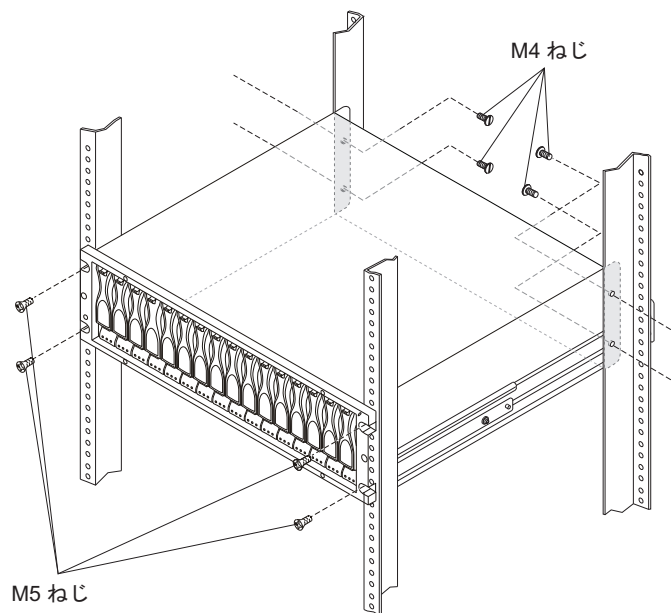

図 19. ラック・キャビネットへの DS3950 の固定
4. ストレージ・サブシステムを固定します。51 ページの図 19 に、ストレージ・サブシステムをラックに固定する方法が示されています。
- c. 51 ページの図 19 に示すように、M5 ねじ 4 個を使用して DS3950 の前部を固定します。